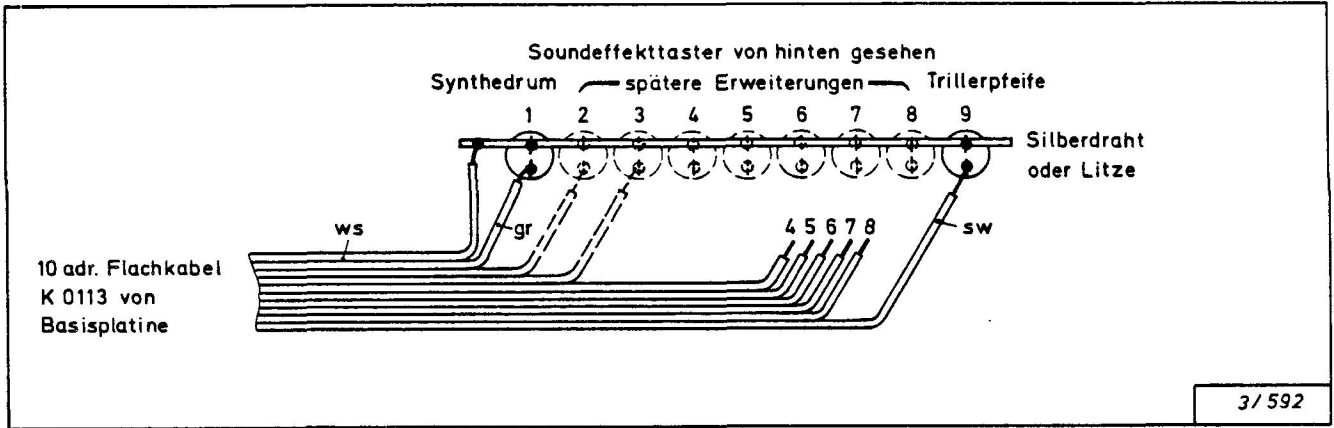

Abb. 9: Anschluß der Zusatzaster
6. Kabel K 113 (aus Tüte 10) auf ~~Plug 11~~ bzw. Plug 11 der WM 80 aufstecken, zu den Tastern verlegen, entsprechend kürzen und nach Abb. 9 anlöten. Den Kabelverlauf mit Klebeschellen (Tüte 10) fixieren.